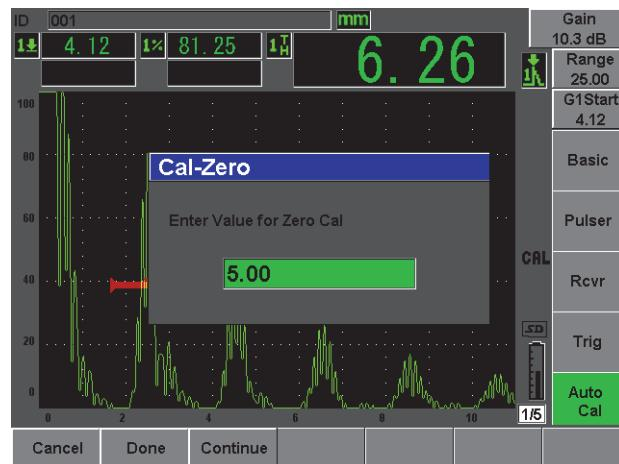

Рис. 2-14 Значение Cal-Zero (Калибр. нуля)
6. Нажмите Cal-Zero (см. Рис. 2-14 на стр. 45).